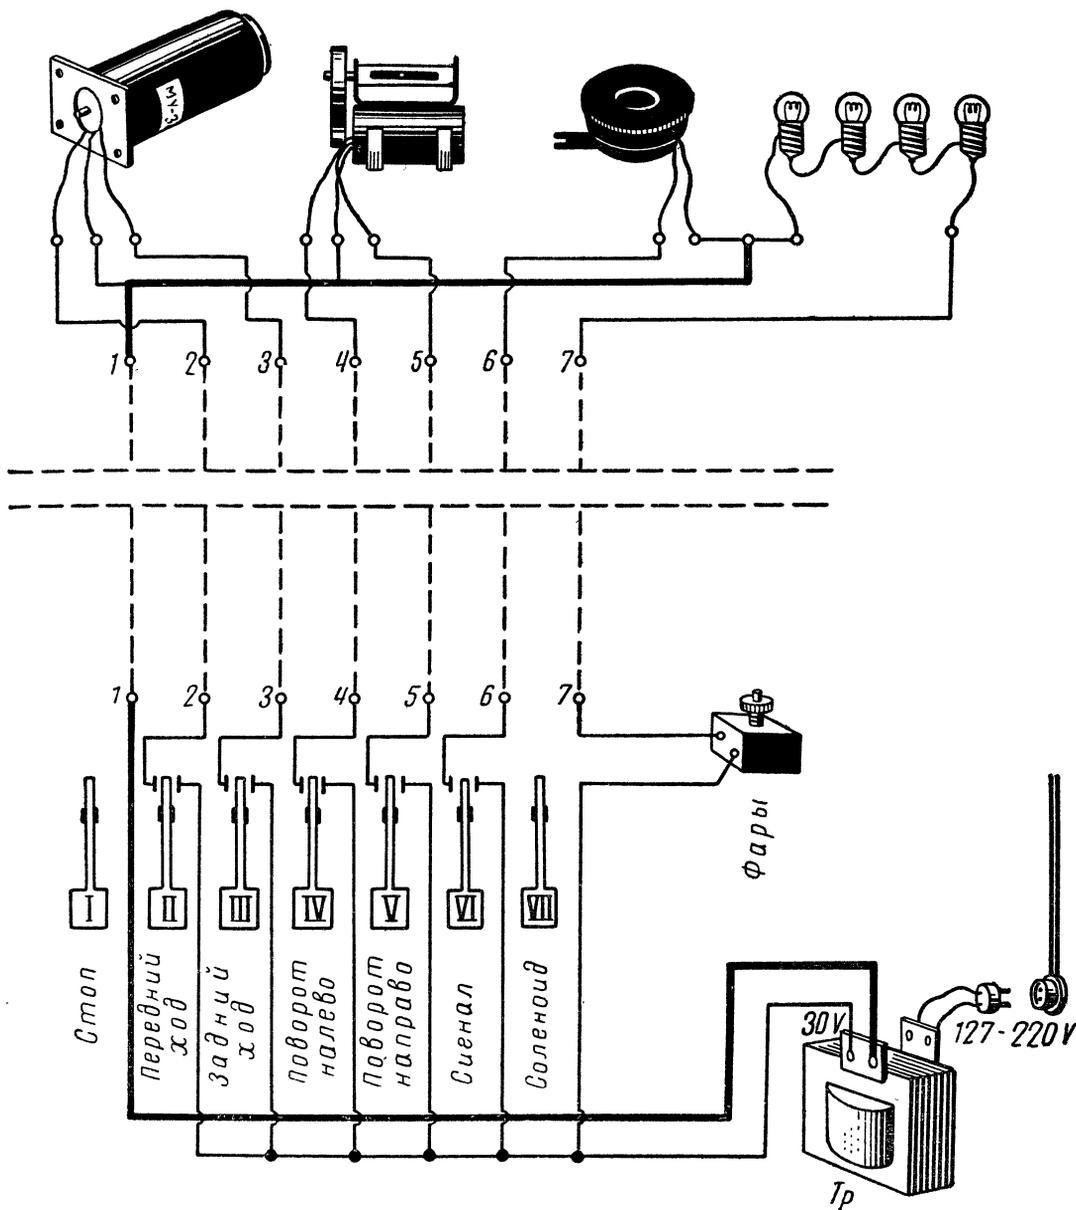

Рис. 7. Электрическая схема
**Монтаж.** Возьмите для монтажных соединений в модели и в пульте управления медный провод 0,3—0,4 мм в хлорвиниловой изоляции. Изоляцию удобней брать разного цвета, тогда легко проследить любую линию и найти допущенную при монтаже ошибку. На рис. 7 приведена электрическая схема включения с клавишного пульта управления тягового электродвигателя, рулевой машинки, сигнала и лампочек. Цифрами 1—7 обозначены контакты колодочек, а пунктиром — жилы кабеля. Средние провода от двигателей, а также по одному проводу от сигнала и группы лампочек через контакты 1 непосредственно подводятся к клемме понижающего трансформатора с выходным напряжением 30 в. Вторая линия цепи может быть замкнута нажатием на клавишу или кнопку выключателя.